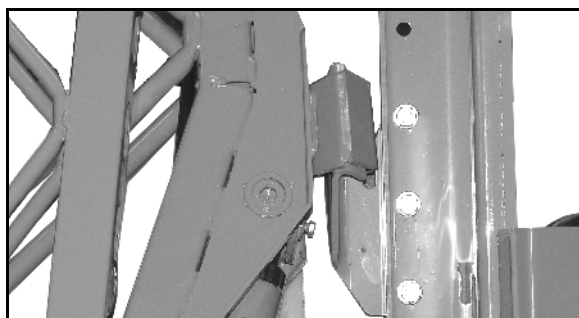

Fig. 10
- Transportlås (Fig. 10) på **Super-S**-bom mod utilsigtet udklapning